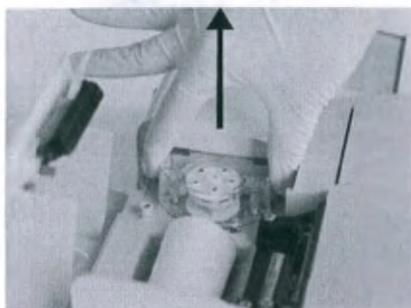

Рис. 7-14 Снимите насос
1. Откройте дверцу крышки принтера, нажав красную кнопку открывания принтера. Перистальтический насос находится справа от принтера. Снимите насос, крепко взявшись за концы корпуса и потянув его вверх (Рис. 7-14).